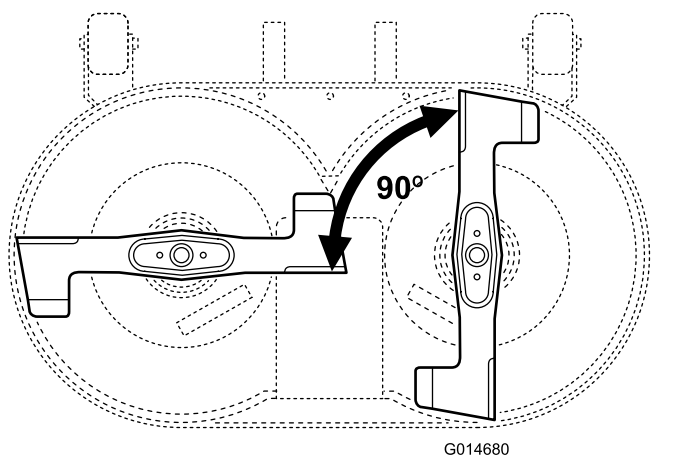

Figure 44
2. Placez les lames à 90° l'une de l'autre (Figure 44).